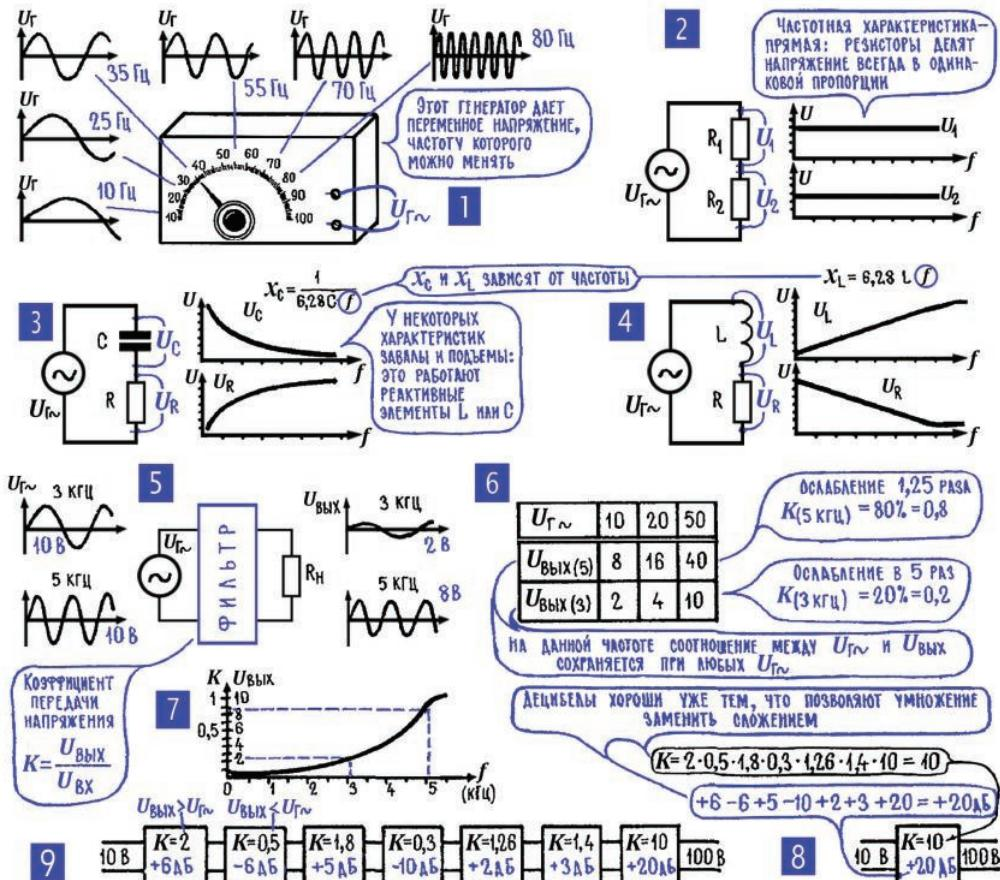
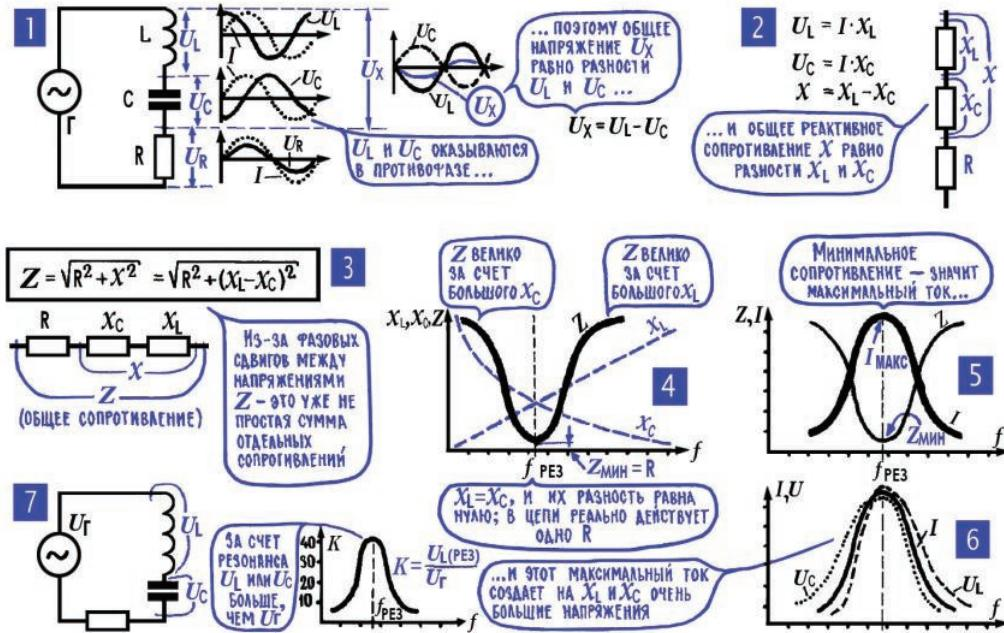

Рис. 6.15. Частотные характеристики
Рис. 6.16. Последовательная LCR-цепь
То же самое произойдет, если увеличить индуктивность катушки – и в этом случае ток автоматически уменьшится и потянет за собой мешающую ЭДС самоиндукции, не позволяя ей одолеть внешнее напряжение. Одним словом, и увеличение частоты, и увеличение индуктивности влечет за собой уменьшение тока в катушке или, при неизменном токе, увеличение напряжения на ней. Это позволяет объединить частоту и индуктивность в общей характеристики – индуктивном сопротивлении  $x_L$  – и получить с его помощью простые формулы закона Ома (рис. 6.16; 2).
**18. Частотная характеристика – график, рассказывающий о том, как ведет себя электрическая цепь на разных частотах.** Представим себе, что в нашем распоряжении есть генератор переменной ЭДС, частоту которой можно плавно изменять поворотом ручки. Так же, например, как поворотом ручки мы меняем громкость звучания в приемнике. Такие генераторы реально существуют, и вскоре мы познакомимся с их практическими схемами (см. гл. 11). А пока представьте себе, что это обычный машинный генератор, в котором можно менять скорость вращения проводника, а значит, и частоту генерируемой ЭДС. При этом, правда, появляется серьезный недостаток: чем быстрее вращается проводник, тем больше частота переменной ЭДС, но одновременно увеличивается и сама ЭДС, так как проводник быстрее пересекает магнитное поле. Предположим, что этот недостаток устранен – в генератор ввели автомат, который будет поддерживать выходное напряжение на одном уровне, например включая в цепь дополнительные сопротивления. Но не стоит, однако, вдаваться в подробности, они сейчас несущественны. Считаем, что у нас есть генератор (рис. 6.15; 1), который дает синусоидальное напряжение любой нужной частоты, и на всех частотах сама величина напряжения (число вольт) одинакова.
Если подключить к нашему генератору делитель из резисторов (рис. 6.15; 2), то на любом из них напряжение не будет меняться с частотой: на всех частотах резисторы имеют одно и то же сопротивление и делят общее напряжение в одной и той же пропорции.
А вот в делителях, куда входят реактивные элементы – конденсаторы и катушка, – все по-другому. Об этом как раз и рассказывают графики рис. 6.15; 3, 4. Графики эти называются частотными характеристиками, они показывают, как с изменением частоты меняется напряжение на выходе фильтра при неизменном напряжении на его входе. В справедливости приведенных частотных характеристик легко убедиться, если взглянуть на схемы фильтров, к которым эти характеристики относятся. Так, например, в простейшем RC-фильтре с частотой уменьшается напряжение на конденсаторе  $C$ , потому что уменьшается его емкостное сопротивление. И если нужно «задавить» высшие частоты, или, иначе, поднять низшие, напряжение следует снимать именно с конденсатора. А на резисторе  $R$  с увеличением частоты напряжение, наоборот, растет. Общее напряжение делится на  $U_R$  и  $U_C$ , чем меньше одно из них, тем больше другое. И если нужно выделить более высокочастотные напряжения, если нужно поднять высшие частоты над другими, напряжение нужно снимать именно с резистора.
19. Коэффициент передачи  $K$  показывает, во сколько раз напряжение или ток на выходе больше или меньше, чем на входе. Все графики на рис. 6.15 могут быть построены для конкретных величин напряжений и токов. Не вдаваясь в устройство какого-либо фильтра, нарисуем его в виде прямоугольничка (рис. 6.15; 5) и для определенности будем считать, что при входном напряжении  $U_r = 10$  В выходные напряжения на частотах 3 кГц и 5 кГц соответственно равны 2 В и 8 В. А что будет, если входное напряжение увеличится вдвое и составит 20 В? Тогда и выходные напряжения тоже увеличатся в два раза и составят соответственно 4 В и 16 В (рис. 6.15; 6). Без долгих рассуждений можно сказать, что любое увеличение или уменьшение входного напряжения повлечет за собой такое же (во столько же раз) увеличение или уменьшение выходных напряжений. И для данного конкретного фильтра на данных частотах соотношение между входным напряжением и выходными есть величина постоянная.
Но стоит ли в таком случае характеризовать действие фильтра численными значениями напряжений и токов, вольтами и амперами? Не лучше ли ввести общую характеристику фильтра, которая показывала бы, на каких частотах во сколько раз ослабляется переменное напряжение или переменный ток? Тогда, зная эту характеристику, можно всегда подсчитать, какое напряжение будет на выходе фильтра при данном напряжении на его входе, еще раз, кстати, подтвердив полезность общих представлений. Такая характеристика существует, она называется коэффициентом передачи фильтра и обозначается чаще всего буквой  $K$  (рис. 6.15; 5, 6). На каждой частоте у фильтра свой коэффициент передачи  $K$ , в этом, собственно, и состоит особенность фильтрующих цепей. Зависимость коэффициента передачи  $K$  от частоты есть одна из разновидностей частотной характеристики.
**21. В последовательной LCR-цепи индуктивное сопротивление действует против емкостного.** Для начала извлечем из памяти три уже установленные истины. Первая: во всех элементах последовательной цепи течет один и тот же ток (гл. 4; 6). Вторая: ток через конденсатор опережает напряжение на  $90^\circ$  (гл. 6; 13); об этом можно сказать и иначе – напряжение на конденсаторе отстает от тока на  $90^\circ$ . Третья: ток через катушку отстает от напряжения на ней на  $90^\circ$  (гл. 6; 15); об этом тоже можно сказать иначе: напряжение на катушке опережает ток в ней на  $90^\circ$ . Если, обогащенные этими воспоминаниями, мы взглянем на последовательную цепь LCR (рис. 6.16; 1), то увидим, что напряжение  $U_L$  на катушке и напряжение  $U_C$  на конденсаторе сдвинуты по фазе на  $180^\circ$ . То есть они действуют друг против друга. Напряжения  $U_L$  и  $U_C$  зависят от соответствующих реактивных сопротивлений  $x_L$  и  $x_C$ . А поскольку по всем элементам проходит один и тот же ток  $I$ , то соотношение между напряжением  $U_L$  и  $U_C$  зависит только от соотношения между сопротивлениями  $x_L$  и  $x_C$ .
22. На резонансной частоте резко падает общее сопротивление последовательной LCR-цепи, и ток в ней возрастает. Попробуем подключить к последовательной LCR-цепи генератор с изменяемой частотой (рис. 6.15; 1) и будем постепенно увеличивать частоту его переменного напряжения. При этом индуктивное сопротивление будет постепенно увеличиваться, а емкостное – постепенно уменьшаться (рис. 6.16; 4). На какой-то частоте – давайте сразу же назовем ее резонансной частотой – сопротивления  $x_L$  и  $x_C$  станут равными, и, значит, уравняются напряжения  $U_L$  и  $U_C$ . А так как эти напряжения противофазны, то они полностью скомпенсируют друг друга, и генератор вообще перестанет чувствовать присутствие реактивных элементов, перестанет отдавать им часть своей ЭДС. Общее сопротивление цепи  $Z$  резко уменьшится, для генератора из всей цепи останется только одно активное сопротивление  $R$ , ток  $I$  из-за этого резко возрастет (рис. 6.16; 5), и столь же резко увеличится напряжение  $U_L$  и  $U_C$  (рис. 6.16; 6). Но заметьте, увеличится каждое в отдельности, а общее суммарное напряжение на обоих реактивных элементах  $U_x$ , как уже говорилось, будет равно нулю.